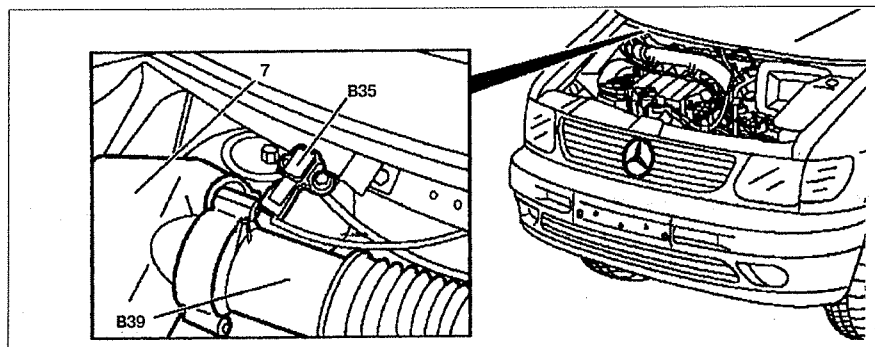

Рис. 5.51. Датчик давления сжатого воздуха: **7**. Корпус воздушного фильтра, **B35**. Датчик давления сжатого воздуха, **B39**. Массовый расходомер воздуха.
1. Отсоедините разъем проводки от датчика давления сжатого воздуха **B35** (см.рис.5.51).